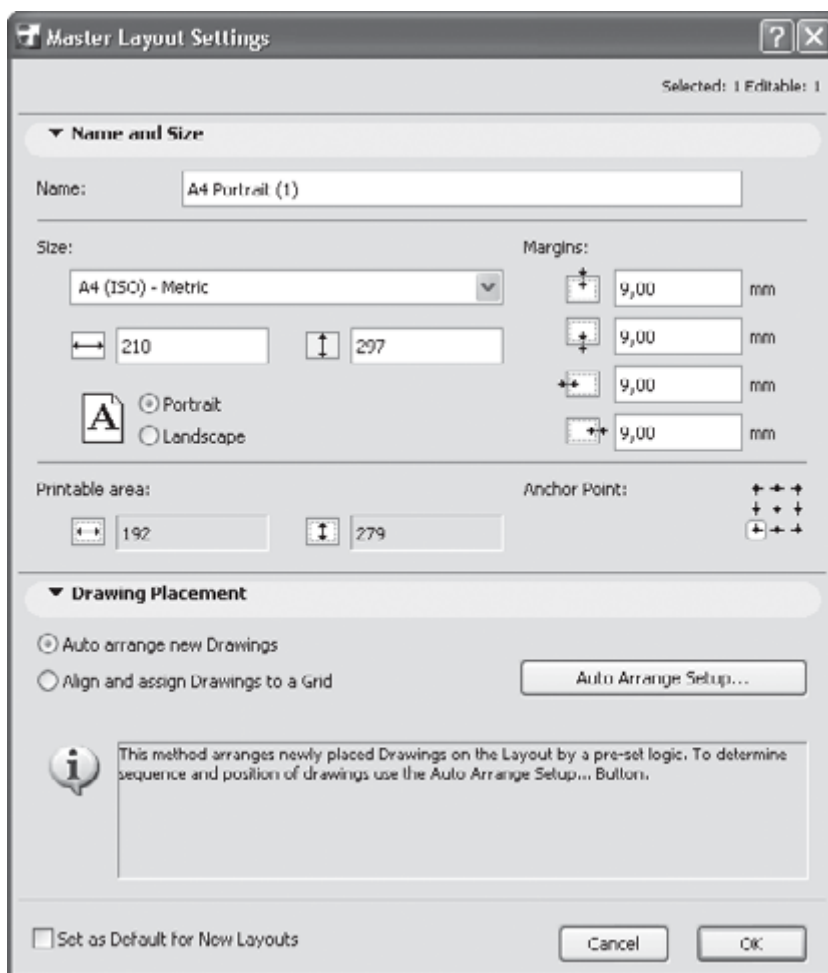

Рис. 13.9. Окно настройки шаблона
1. Перетащите шаблон A4 Portrait мышью при нажатой клавише Ctrl в конец списка шаблонов. В конце списка появится новый шаблон A4 Portrait (1).
2. Выделите новый шаблон и вызовите диалоговое окно его настройки (рис. 13.9).
Чтобы упорядочить расположение различных видов, быстро их находить и идентифицировать на чертеже, в окне настройки шаблона чертежа (см. рис. 13.9) предназначен раздел **Drawing Placement** (Размещение чертежей). Подробное описание этих возможностей — в системе помощи: **User Interface Reference : Dialog Boxes : Master Layout Settings** (Описание интерфейса пользователя : Диалоговые окна : Установки шаблона чертежа).